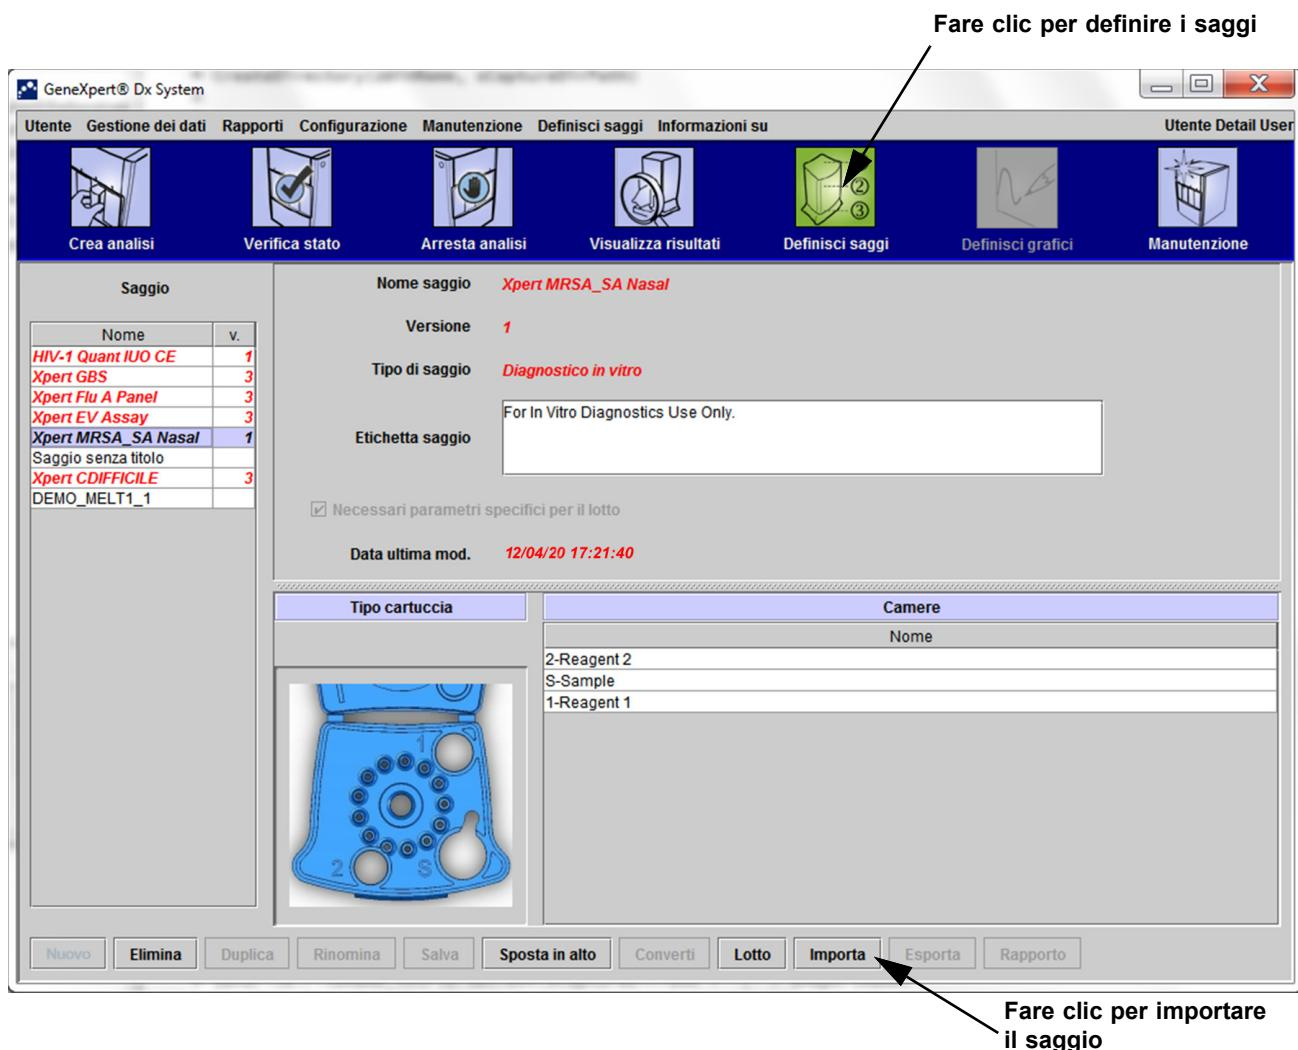
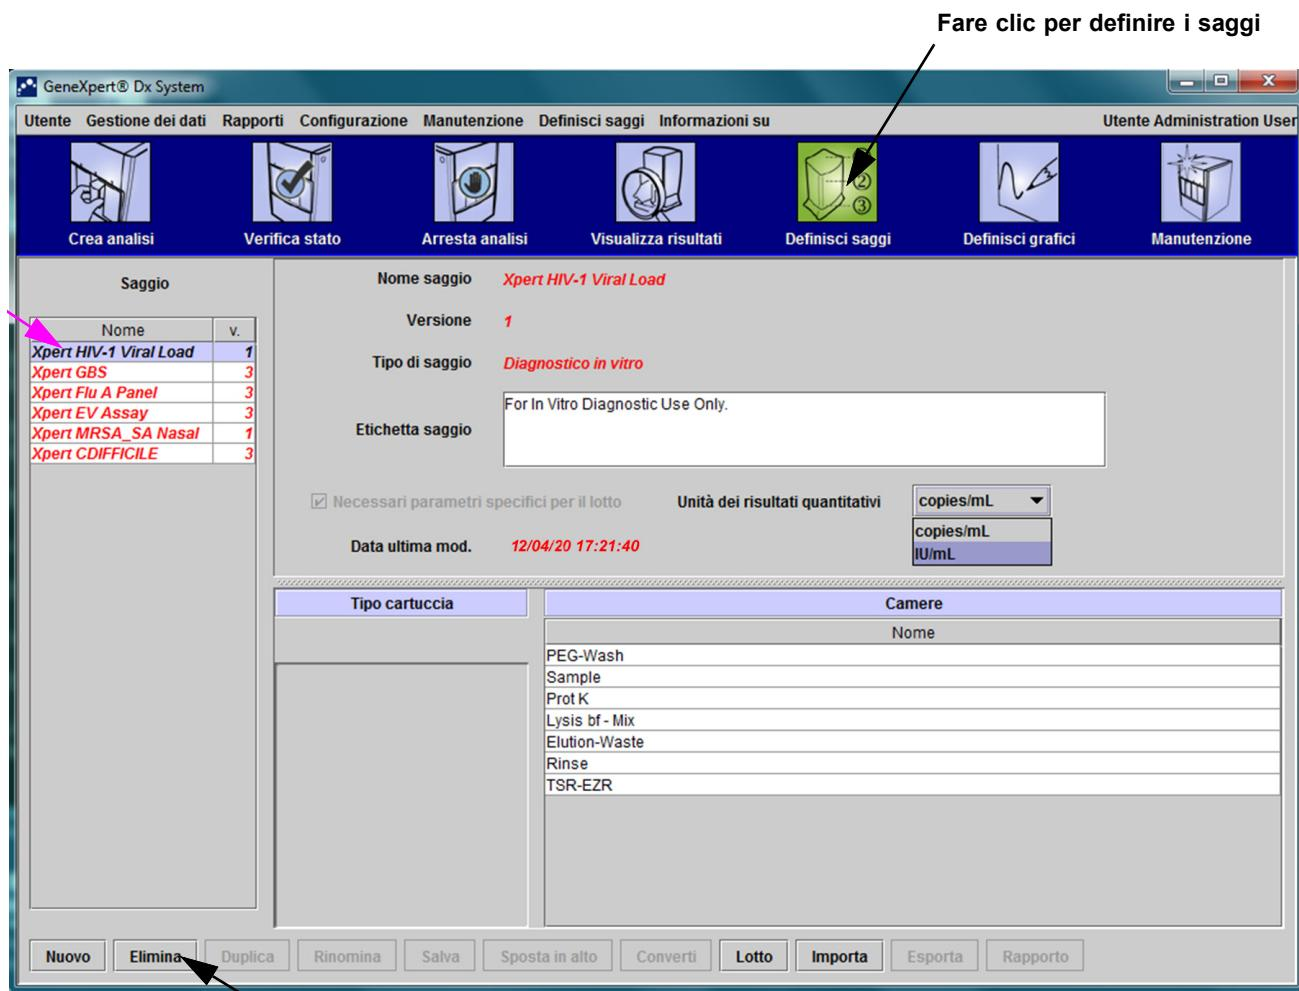

Figura 2-91. Sistema – Finestra Definisci saggi (vista dell’utente avanzato)
Figura 2-93. Finestra GeneXpert Dx System – Definisci saggi (vista dell’utente Amministratore)
1. Nella finestra GeneXpert Dx System, fare clic su **Definisci saggi** sulla barra dei menu. Verrà visualizzata la finestra Definisci saggi. La Figura 2-93 mostra la finestra Definisci saggi per l'amministratore del GeneXpert Dx System. La finestra per gli utenti di base e per gli utenti avanzati contiene un numero minore di funzioni. Vedere la Figura 2-91.
Dopo avere importato un saggio quantitativo è possibile modificare l'unità dei risultati quantitativi. Vedere la Figura 2-93.
1. Per eliminare un file di definizione del saggio, nella finestra Definisci saggi (vedere la Figura 2-93), selezionare il nome del saggio nell'elenco Saggio, sul lato sinistro della finestra, quindi fare clic su **Elimina**. Verrà visualizzato un messaggio di conferma.